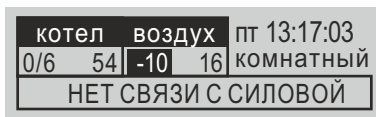
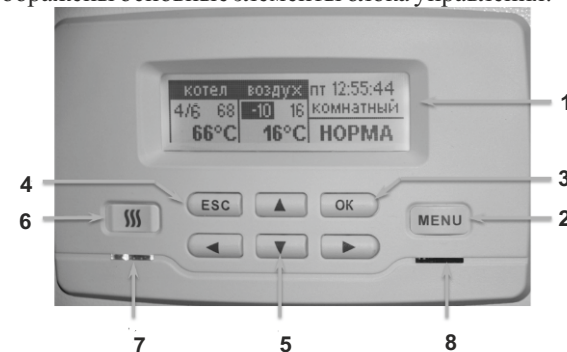

Рисунок 35. Пример сообщения о несоответствии.
Рисунок 6. Блок управления. Начальный вид - Главное окно.
В этих случаях будет произведено обесточивание ТЭНов с помощью контактора, включится индикатор отказа (8) рис. 6 и появится текстовое сообщение о характере несоответствия. Пример см. рис. 35.
На рис. 6 изображены основные элементы блока управления: